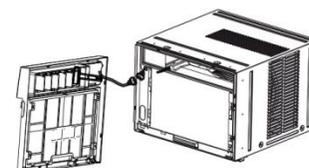

Fig.4
6. Desconecte el enchufe del conector del panel de la pantalla de la unidad y ponga el panel frontal a un lado (ver Fig. 4).